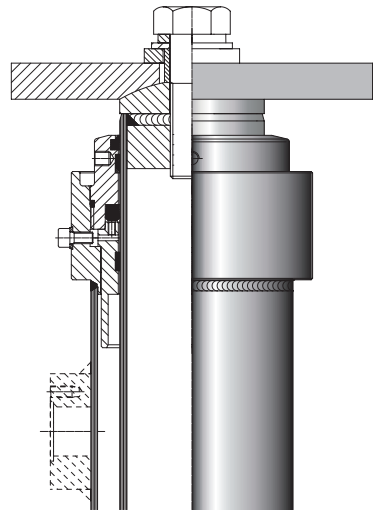
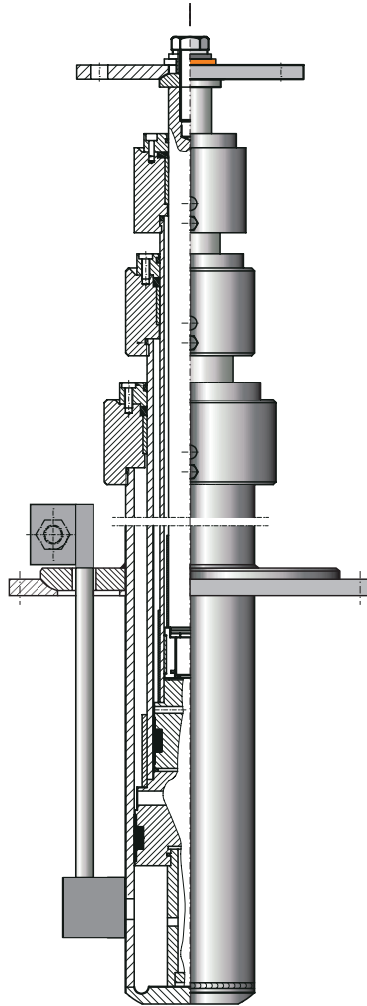

Fig. 4 Cabeza del cilindro directo con articulación de bola
Fig. 5 Cilindro telescópico con placa intermedia articulada
- El cilindro directo lateral apoya directamente en el fondo del foso. La cabeza del émbolo está dotada de una articulación de bola (Fig. 4) para poder enganchar el bastidor de forma flexible sin transmitir momentos. La articulación de bola debe ser engrasada antes de sujetar la placa al bastidor.
Los cilindros directos enterrados se suministran con una placa superior con articulación de bola (ver Fig. 4 en la pág. D840M3L.012) y con una placa de apoyo intermedia, que para los cilindros telescópicos es también articulada (ver Fig. 5 en la pág. D840M3L.014). La parte de cilindro que queda por debajo de la placa intermedia está protegida por una pintura especial anticorrosión de color negro.